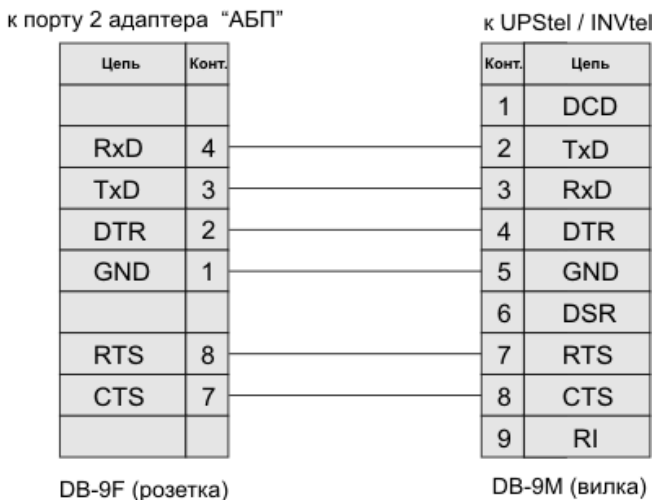

Рисунок 3 – Схема электрическая кабеля RS-232 для соединения адаптера с объектом типа «СКМ»
6.1.3 Соедините интерфейсным кабелем КСДП.685693.008 из комплекта поставки разъем «АБП» на корпусе адаптера с разъемом «RS-232» контролируемого СКм (рисунок 3).